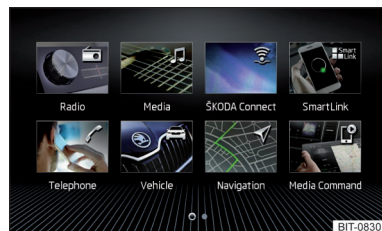
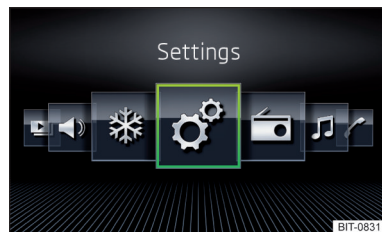

Fig. 183
Fig. 184
- Selectați opțiunea Afișare rastru » fig. 183 sau Afișare orizontală » fig. 184.